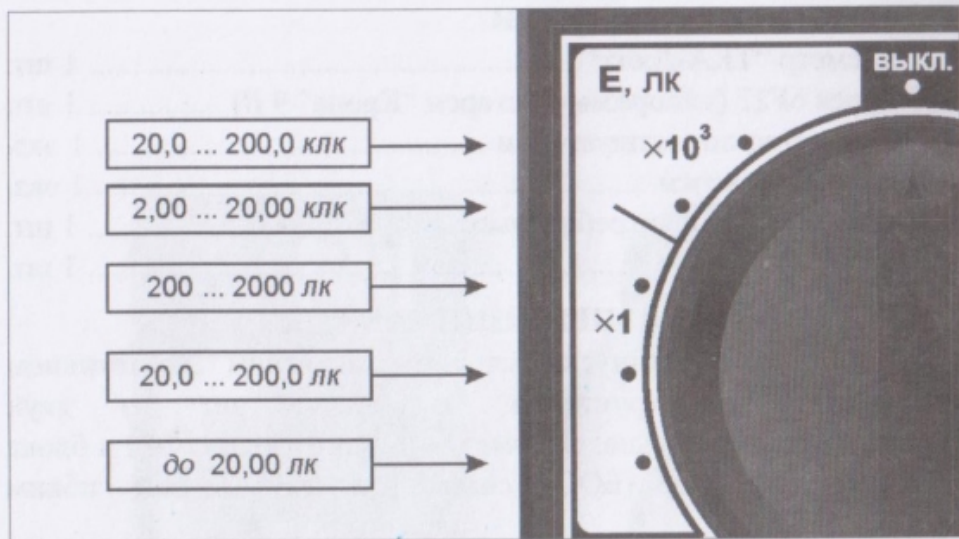

Рис.2 Поддиапазоны измерения освещенности
5.2 На лицевой стороне БОС расположен переключатель поддиапазонов измерения (Рис.2) и жидкокристаллический индикатор.